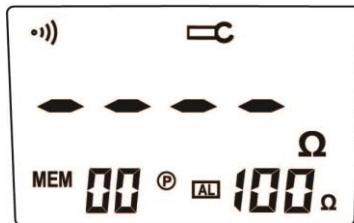
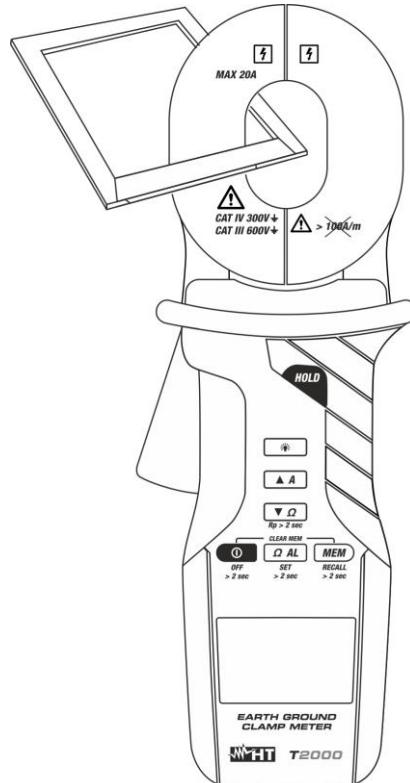

Fig. 7
Fig. 8: Medida de Resistencia del anillo de prueba
- Abra el toroidal suavemente (en el visualizador se mostrará la pantalla de Fig. 7) e inserte en anillo de prueba en dotación (vea la Fig. 8).
- Abra el toroidal suavemente (en el visualizador se mostrará la pantalla de Fig. 7) e inserte el dispersor en examen y lea el resultado en pantalla.